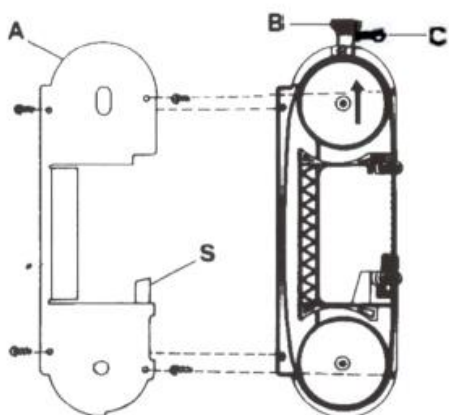

Рис. 1
1. Регулировка натяжения полотна (Рис. 1)
- Ослабьте натяжение полотна, повернув круглую ручку C (рис.1) по часовой стрелке до упора, а маховик B против часовой стрелки.
- Установите защитный кожух A, аккуратно вставив полотно между защитными скобами S (см. рис. 1).